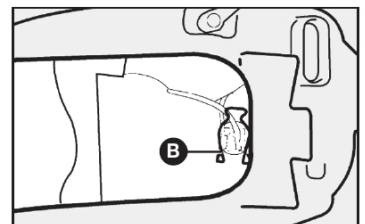

fig. 22
- 3) retirar o porta-lâmpada pressionando as presilhas B-fig. 22 abrindo-as lateralmente;